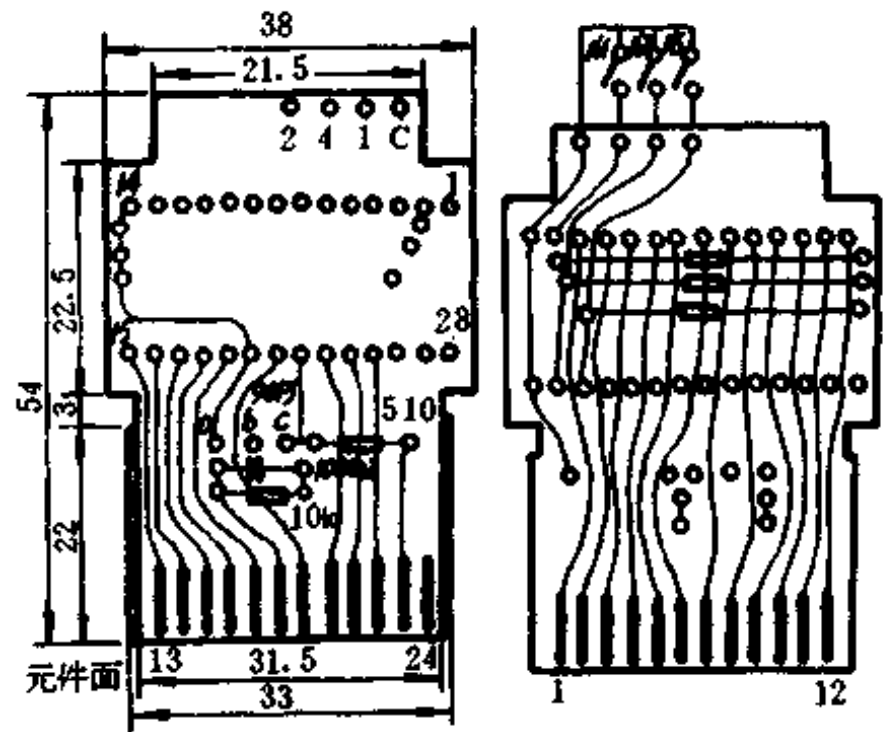

图 1-42
2600 游戏节目程序全部储存在节目卡中。节目卡由节目板和外壳两部分组成,节目板上安装 1 片储存器,其引脚通过双面印制板上 24 根印制线引出。因为 2600 游戏卡每个节目的容量是 4K,所以用容量为 32K 的 27256 EPROM 即可储存 8 个节目,8 个节目的转换是用 K1、K2、K3 分别控制 27256 的高位地址线 A12、A13、A14 实现的。开关状态与节目的对应关系见表 1-1 所示。表中“0”表示开关断开,“1”表示接通。游戏机通过节目卡的第⑩脚传送控制信号到 27256 的第②脚, BG 与 R 组成反向器,当控制信号为高电平时, BG 导通, 27256 的②脚呈低电平。游戏机中的微处理器从 27256 中读取程序,经过处理输出图象和声音。图 1-42 所示是印板图。元件面(A 面)焊接集成块、三极管及 R1、R2、C1,另一面(B 面)焊接 R3、R4、R5。三个开关分别如图所示连接,如果用 8421 码拨码开关代替 K1、K2、K3,转换节目更方便。焊接方法:将拨码开关的“8”端不用,“4”、“2”、“1”及“C”端与图中“4”、“2”、“1”、“C”各点对应焊接即可。